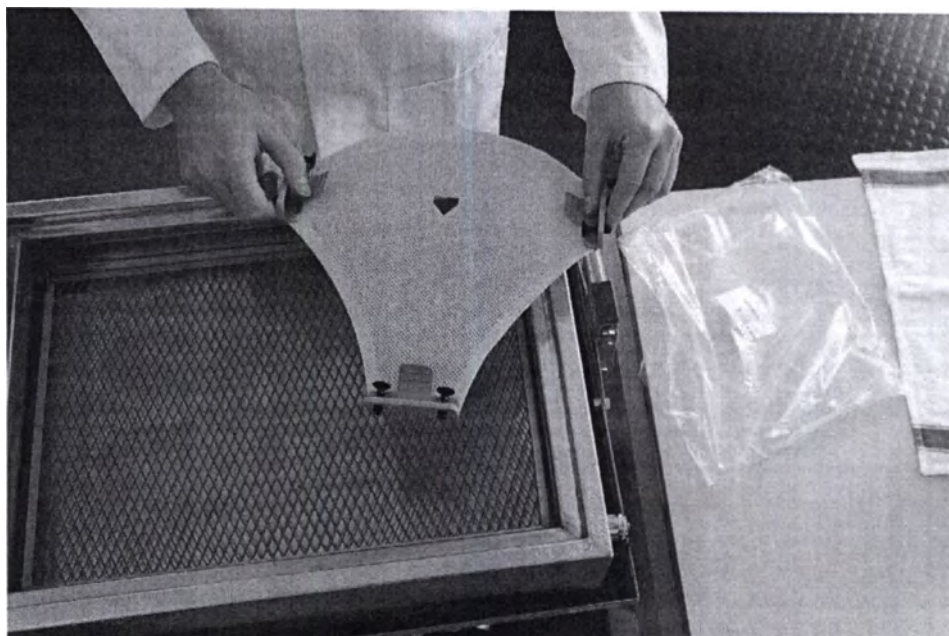

Рис. 5.10 Опускание маски в воду
- 2 Убедитесь, что нажимные штифты на термопластичной маске разблокированы. Держите крепления маски, как показано на рисунке Рис. 5.10 , армированной стороной вниз, и опустите маску в воду. Вода должна иметь температуру 65–70 °С. Маска должна находиться в воде не менее 4, но не более 30 минут.